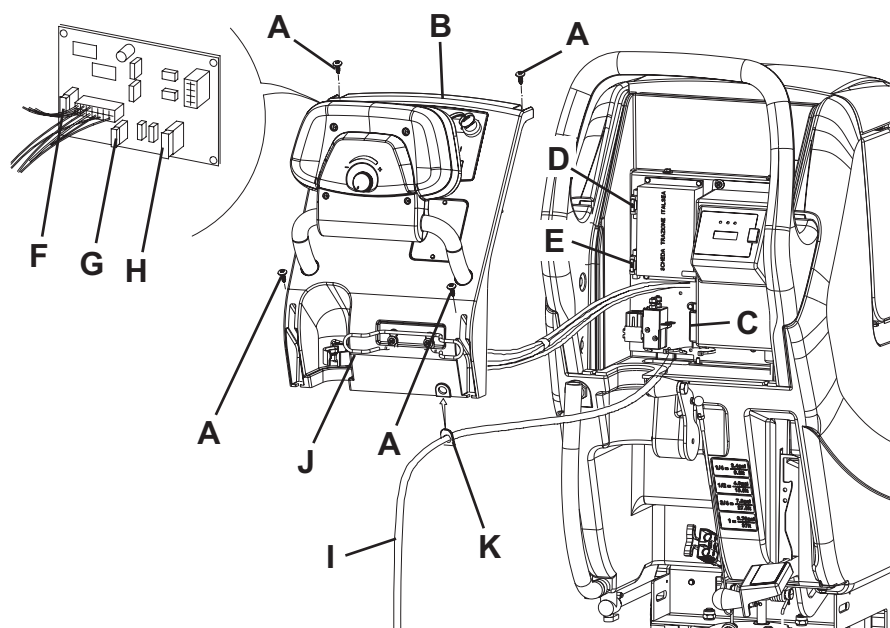

Figure 7
1. Débrancher le connecteur (12) des batteries.
2. Déplacer le tuyau de vidange de l'eau de récupération (16).
3. Si équipé, déposer le câble (I, Fig. 7) du chargeur de batterie du logement (J).
4. Déposer les vis (A) et déplacer le tableau (B) avec soin en dégageant la bague en caoutchouc (K) de son logement dans le tableau (B).